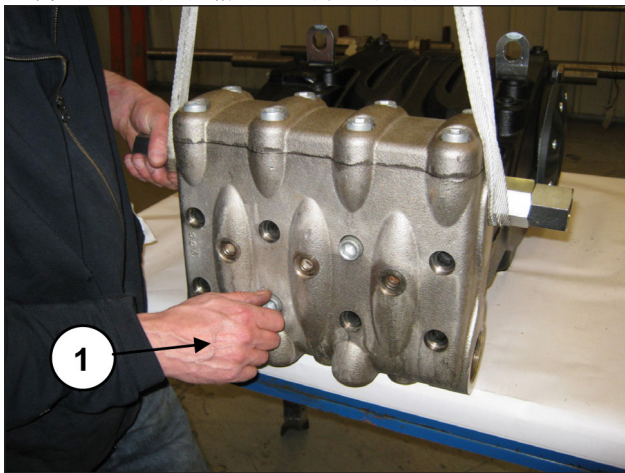

图 111
现在可以从泵壳拆卸泵头, 拧松8个M16x180螺丝(①, 图 111)。